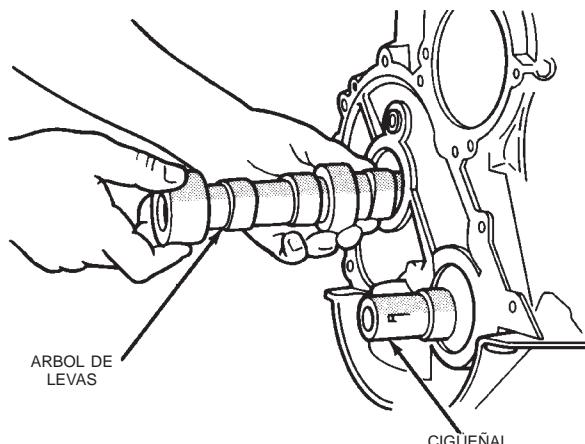

Fig. 43 Arbol de levas
(5) Retire el distribuidor y los cables del encendido.
(6) Retire la tapa de la culata de cilindros del motor.
(7) Retire los balancines, los puentes y los pivotes.
(8) Retire las varillas empujadoras.
(9) Retire la culata de cilindros del motor y la junta.
(10) Retire los empujadores hidráulicos del bloque de cilindros del motor.
(11) Retire el amortiguador de vibraciones.
(12) Retire la tapa del cárter de la distribución.
(13) Retire la cadena de distribución y las ruedas dentadas.
(14) Retire el parachoques y/o rejilla, según sea necesario.
(15) Retire los dos pernos de retención de la placa de empuje, la placa de empuje y el árbol de levas (Fig. 43).
(5) Si hay signos de que el árbol de levas roza con la arandela de empuje, revise los orificios de descarga de presión de aceite en el gorrón de la leva trasera. Los orificios de descarga de presión de aceite deben estar limpios.
(6) Lubrique el árbol de levas con suplemento de aceite de motor Mopar o su equivalente.
(7) Instale el árbol de levas con cuidado, evitando averiar los cojinetes del mismo (Fig. 43).
(8) Coloque la placa de empuje e instale los pernos de retención. Apriete los pernos con una torsión de 24 N·m (18 lbs. pie).
(9) Instale la cadena de distribución, la rueda dentada de cigüeñal y la rueda dentada de árbol de levas con las marcas de reglaje alineadas.
(10) Instale la arandela acopada y el perno de la rueda dentada de árbol de levas. Apriete el perno con una torsión de 68 N·m (50 lbs. pie).